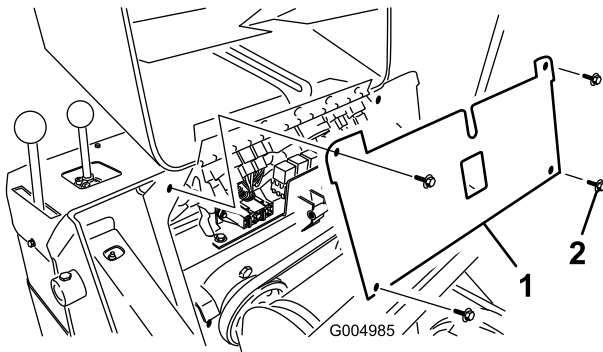

Рисунок 42
5. Отвинтите 4 винта, которые крепят панель предохранителей, затем снимите панель, потянув ее на себя и вверх (Рисунок 42).